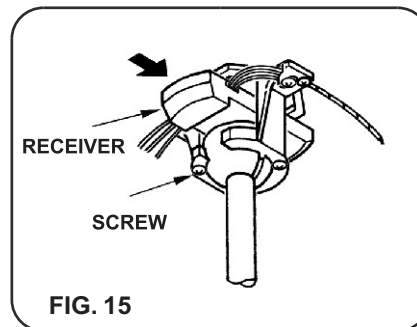

FIG. 15
Paso 1. Instale el receptor en la abrazadera de montaje, el lado plano debe quedar hacia arriba. (Fig. 15)